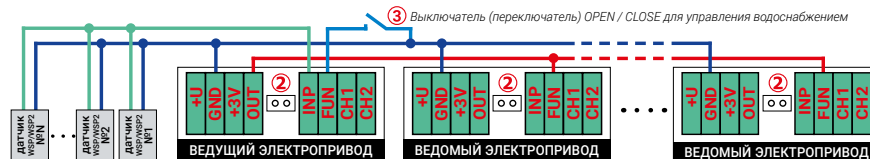

Рис. 1. Объединение в систему нескольких шаровых электроприводов из серий GIDROLOCK WINNER
В определенных случаях может возникнуть необходимость подключить к шаровому электроприводе GIDROLOCK WINNER другие электроприводы серии GIDROLOCK WINNER. Например, если в системе водоснабжения предусмотрено перекрывать холодную и горячую воду, то для решения такой задачи потребуется два и более устройства: один ведущий шаровой электропривод GIDROLOCK WINNER и несколько шаровых электроприводов GIDROLOCK WINNER в качестве ведомых (рис.1).
ВНИМАНИЕ! При подключении электроприводов серии GIDROLOCK WINNER по схеме ведущих — ведомые убедитесь в отсутствии установленных джамперов (2) во всех соединяемых электроприводах серии GIDROLOCK WINNER (рис. 1 и фото 6).
При объединении в систему нескольких электроприводов серии GIDROLOCK WINNER выключатель (переключатель) с фиксацией положения (фото 22-24) для дистанционного управления водоснабжением **подключается к клемме FUN только ведущего шарового электропривода** (3, рис.1).